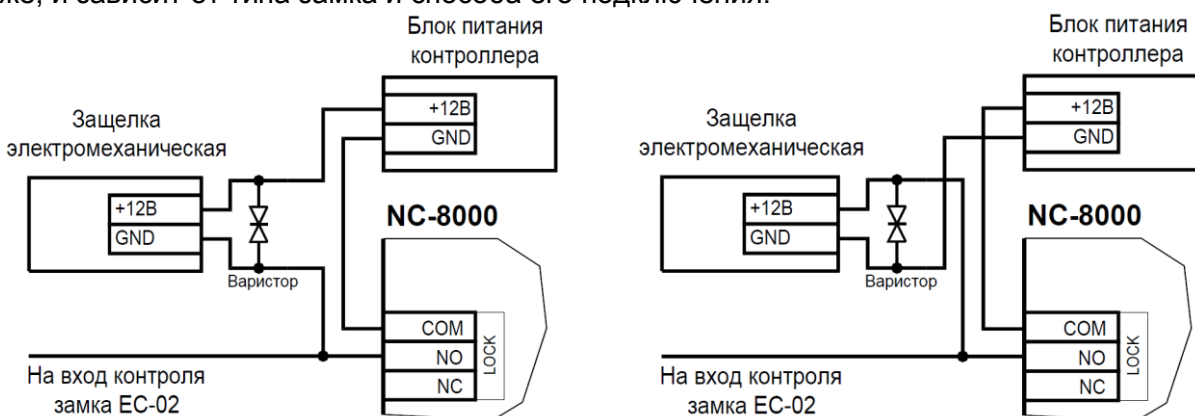

Рисунок 4. Контроль состояния замка, отпираемого напряжением
В соответствии со схемой (Рисунок 4) DIP-переключатель LOCK P должен быть в состоянии ON (вариант а) или OFF (вариант б).
1. Обмотки электрозамков должны быть зашунтированы обратно включенными диодами либо варисторами (см. рис. 4 или 5). При этом варистор следует размещать как можно ближе к замку;